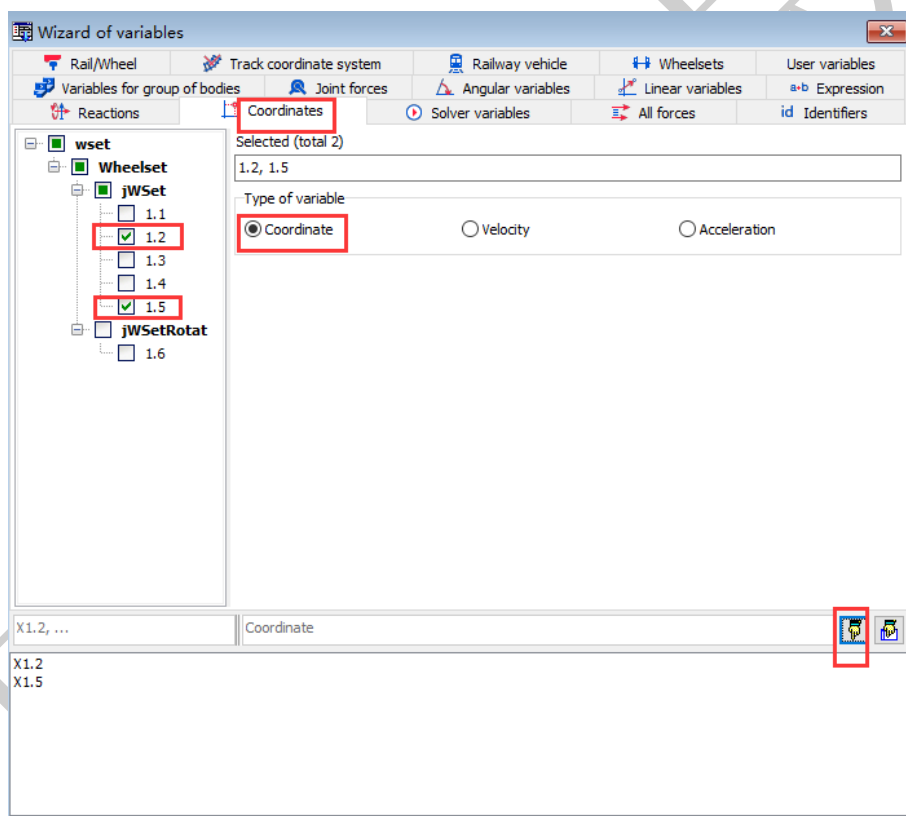

图 1.7 定义轮对坐标变量
8. 在左侧坐标列表选择 **Wheelset | jWset | 1.2** 和 **1.5**，如图 1.7 所示。